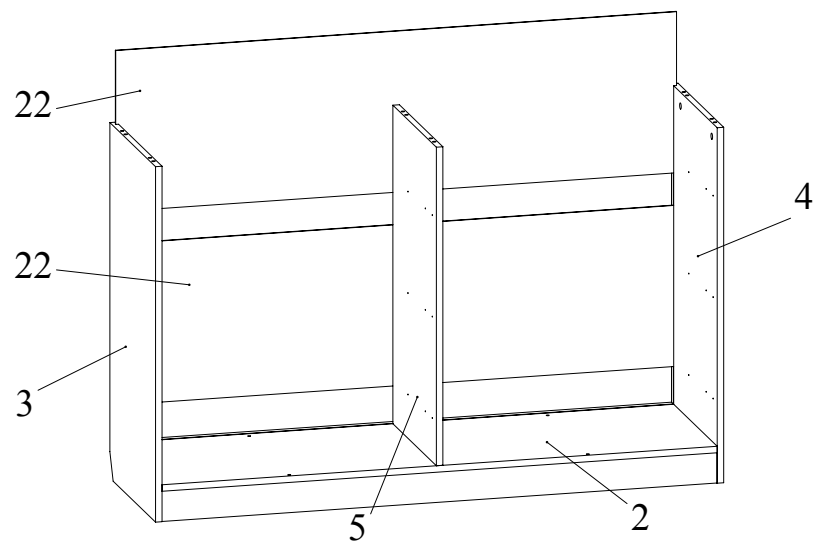

Рис.8
- Вставить в пазы дна 2, боковин 3, 4 задние стенки 22 из ДВП (Рис. 8).